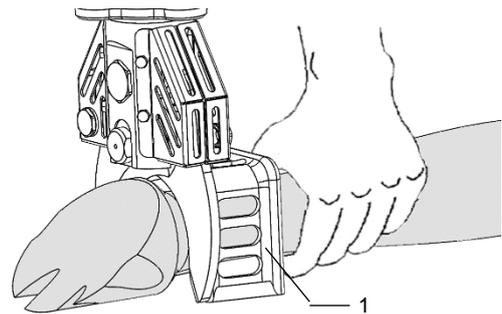

Abb. 6.5 – Halten der Zange
– Einhandbedienung: Überprüfen Sie, das der Halter (1) richtig montiert ist, s. *Abb. 6.5–Halten der Zange!*